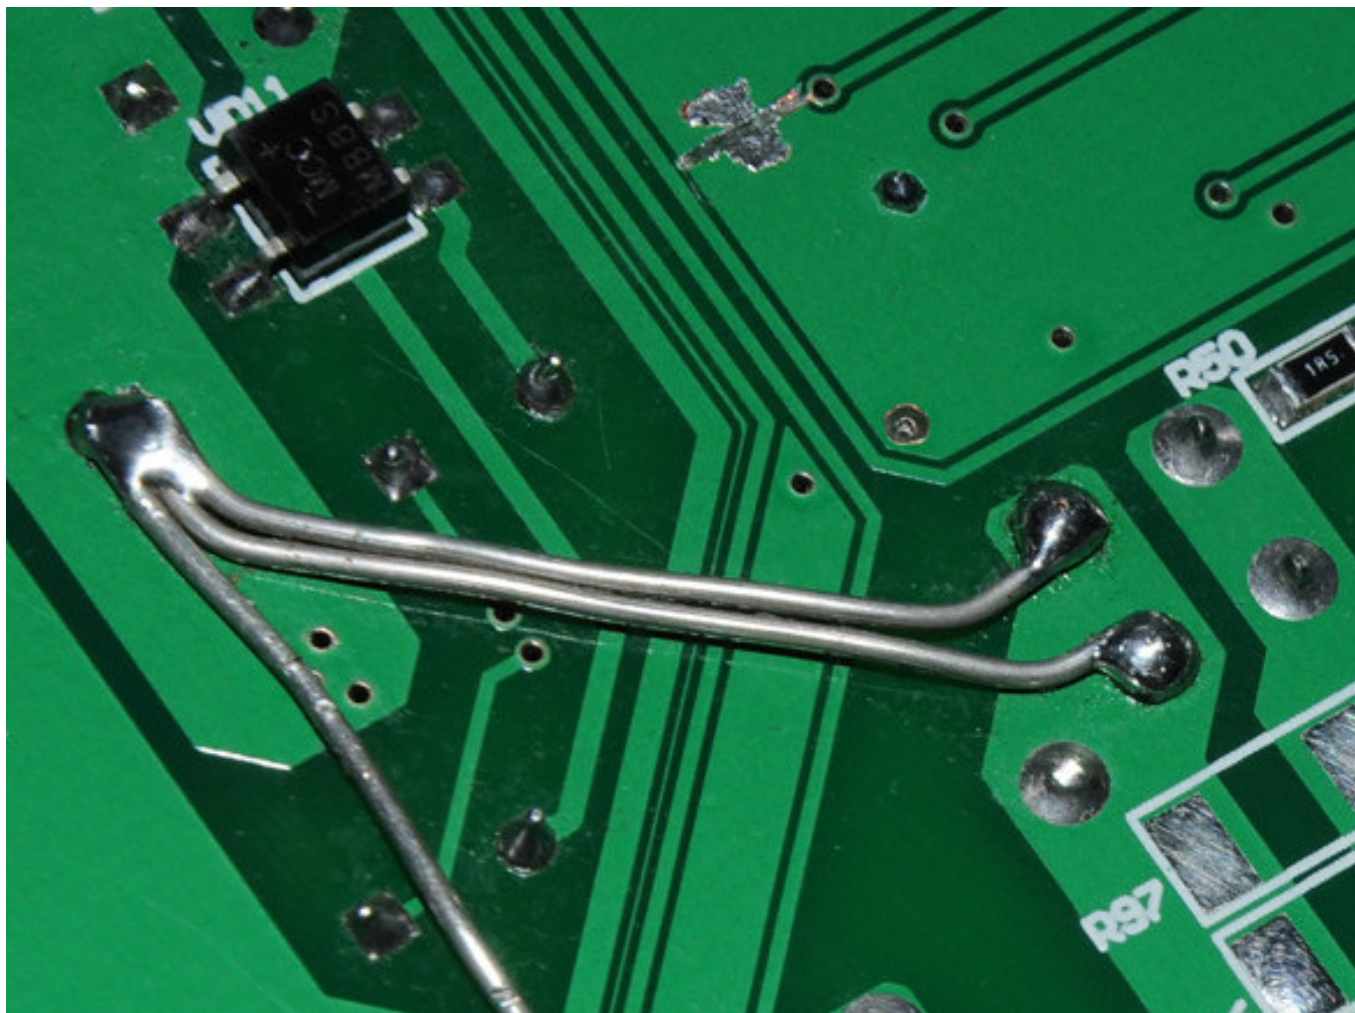

Рис. 10.
15. **Доработка не обязательная** - для уменьшения напряжения помех на сигнале COM относительно GND, соединить клемму XT17 (GND) на основной плате с полигоном силовой земли («минус» конденсатора C18) (рис. 10).